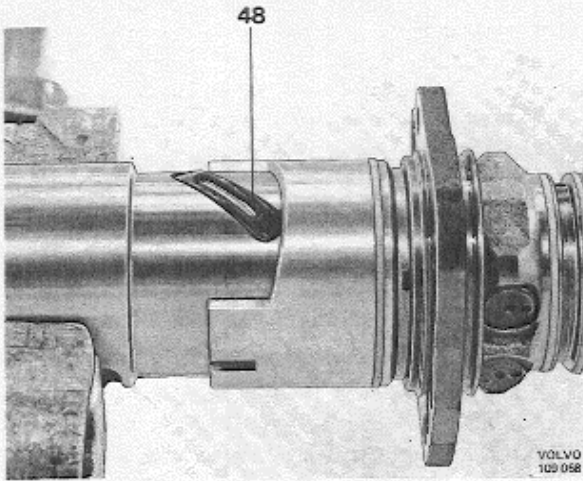
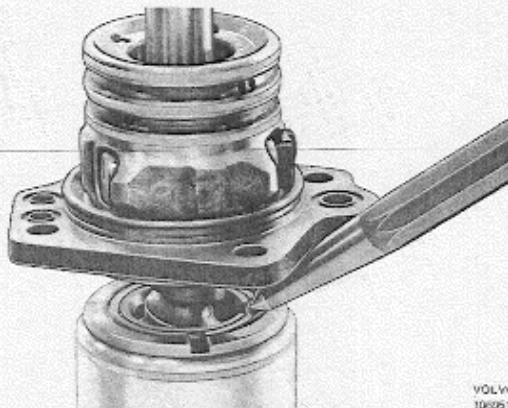

Abb. 117 Gummiformdichtung, eingebaut
Abb. 118 Verstemmen des Gewinderings
Schnecke wieder so weit in den Kolben einführen, daß die 23 St. Gewindekugeln eingebaut werden können, s. diesbez. unter Pos. 7. Gummiformdichtung (48) im Langloch des Kolbens anbringen, s. Abb. 117. Kolben und Laufbüchse zusammenfügen und – so weit ausgebaut – den Stift (30) in die Nut der Laufbüchse drücken; Nut auf der Seite der Kolbenverzahnung (Abb. Beachten! Die Schnecke nicht zu weit aus dem Kolben herausdrehen, weil sonst die Kugeln aus dem Schneckengang in den Kolben fallen können. Gewinding (34) aufschrauben, festziehen und verstemmen, s. Abb. 118.